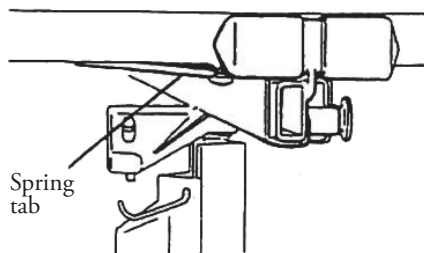

Bild. 9
- Tryck tvärlarmarna framåt i socklarna tills fjädertungan i botten på tvärlarmen snäpper på plats. (Bild 9)